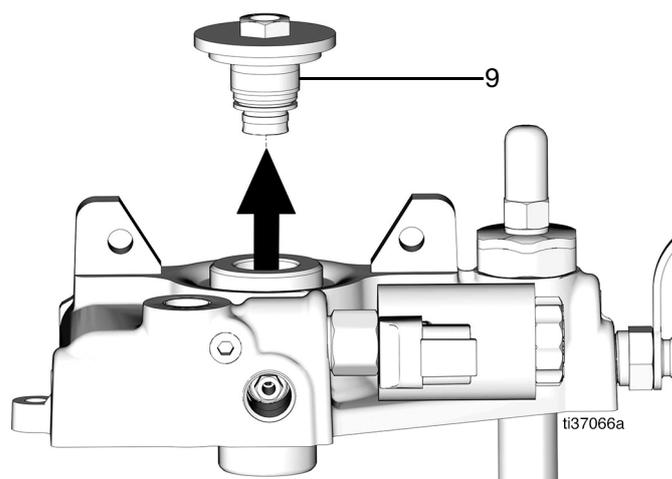

FIG. 47
30. Retirer l'écrou de retenue (9) situé sur le boîtier supérieur (FIG. 47).